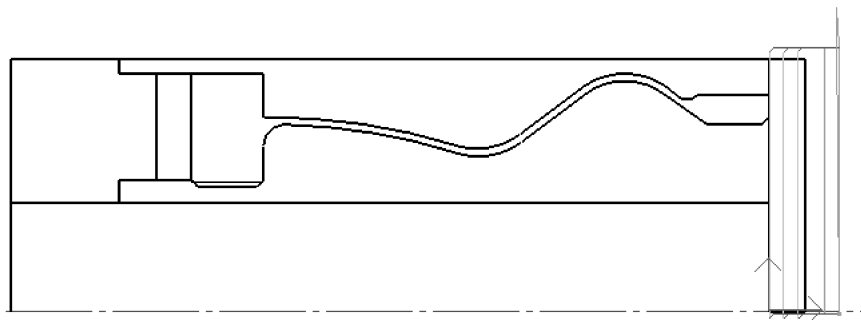

图 8-101 端面轮廓刀具路径
(2) 生成右端端面加工刀具路径 右端端面加工刀具路径的加工方法和参数设置与 8.1.3 节中介绍的外轮廓加工的设置方法一样,这里就不再详细介绍。生成的刀具路径如图 8-101 所示。
(3) 生成内轮廓粗加工刀具路径